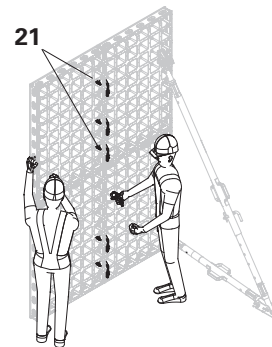

Fig. B1.06
6. Assembler les deux unités de panneaux à l'aide du connecteur DUO (21) au niveau de la jonction verticale. (Fig. B1.06)